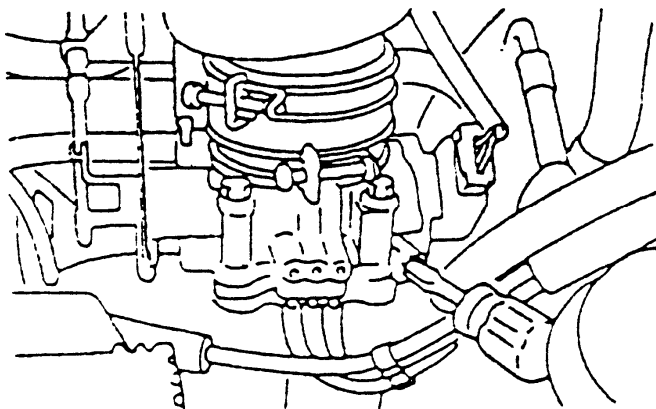

图 3-38 调整怠速调整螺栓
(6) 发动发动机并保持在怠速运转。
(7) 检查怠速转速。怠速转速标准值为  $750 \pm 50 \text{ r/min}$ 。当新车行驶里程在 500km 以内时，发动机转速可能会低于标准值 20~100r/min，但是这不需要调整。如果发动机熄火或者车辆已行驶 500km 以上而发动机怠速转速仍低于标准值，可能是节气门有污垢，所以必须清洁节气门。
(8) 如果怠速不在标准值内，如图 3-38 所示，调整怠速调整螺栓 (SAS)。如果 SAS 已完全转到底而怠速仍高于标准值时，检查“固定 SAS”是否被转动过。如果“固定 SAS”已被转动，则重新调整“固定 SAS”。